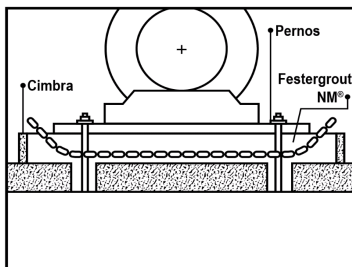

Fig 1. Asentar maquinaria
- Asentar y nivelar cualquier tipo de maquinaria con poca o nula vibración, como turbinas, bombas, compresoras, etc., (fig. 1)